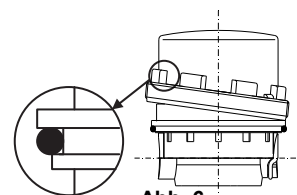

Abb. 6
- 2.6 **Überprüfen, ob die mit dem Messeinsatz mitgelieferten neuen O-Ringe richtig auf dem Messeinsatz sitzen. Falls dies nicht der Fall ist, müssen die O-Ringe in die vorgesehenen Nute am Zählereinsatz eingelegt werden (Abb.6). Der große O-Ring darf nicht, wie bei einigen Wettbewerbsfabrikaten in das UPT gelegt werden.**
- 3.7 Gewinding von Messkapsel ziehen. Dazu zunächst auf der den Aushebehaaken gegenüberliegenden Seite anheben (siehe Abb. 6), dann über die Haken ziehen.